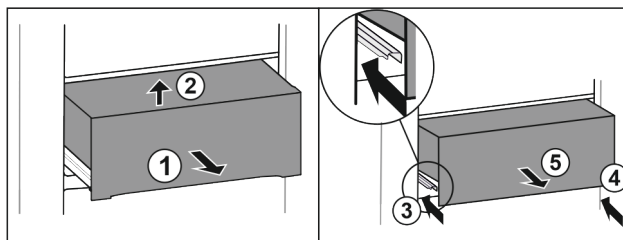

Fig. 22
- Predal izvlecite do polovice. Fig. 22 (1)
- Predal spredaj dvignite. Fig. 22 (2)
- Vstavite levo vodilo. Fig. 22 (3)
- Vstavite desno vodilo. Fig. 22 (4)
- Predal vzemite ven v smeri naprej. Fig. 22 (5)